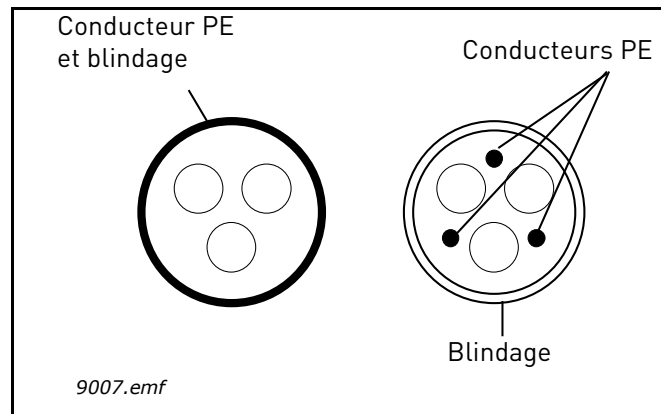

Figure 21.
- 2 = Câble de puissance symétrique avec fil coaxial de protection et pour tension réseau appropriée (modèle MCMK ou similaire recommandé). Voir figure 21.
- 3 = Câble de puissance symétrique à blindage faible impédance compact et pour tension réseau appropriée [modèle MCCMK, EMCCK ou similaire recommandé ; impédance de transfert recommandée pour le câble (1...30MHz) maxi 100 mOhm/m]. Voir figure 21.